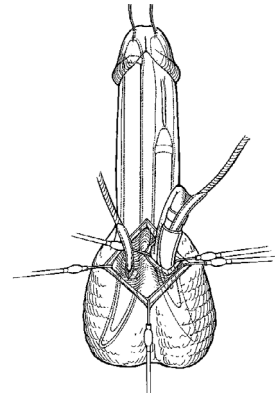
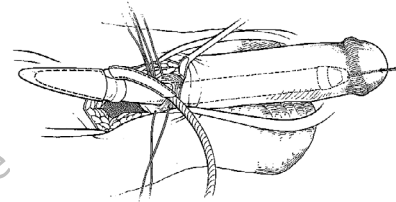

Abbildung 4-14a. Penoskrotal: Einführen der Zylinder
Abbildung 4-14b. Infrapubisch: Einführen der Zylinder
15. Den Zylinder umstülpen, dann das proximale Zylinderende in das Crus schieben und den Penis am distalen Ende sanft strecken (**Abbildung 4-14a, Abbildung 4-14b**). Alternativ kann der U-förmige Abschnitt des proximalen Führungsstabs an der Schnittstelle von Ausgangsschlauch und Zylinder platziert und das proximale Ende des Zylinders in das Crus eingeschoben werden, während der Penis am distalen Ende sanft gestreckt wird. Die flachere Führungsstabsseite muss dabei zum Zylinder weisen.